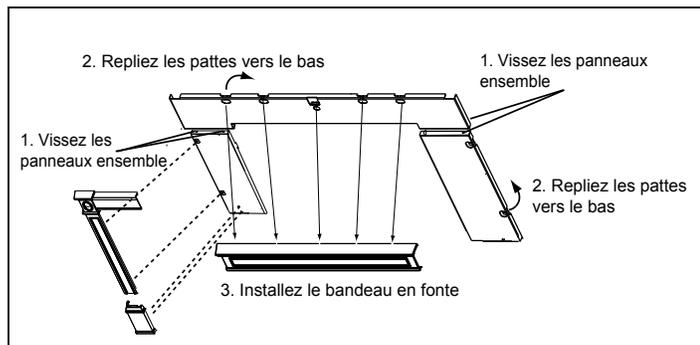

Figure 21.1
4. Maintenant, repliez les pattes vers le bas et l'arrière de l'ensemble du panneau, 5 en haut et 2 sur chaque bordure verticale. Laissez le panneau couché la face vers le bas. **Figure 21.1.**